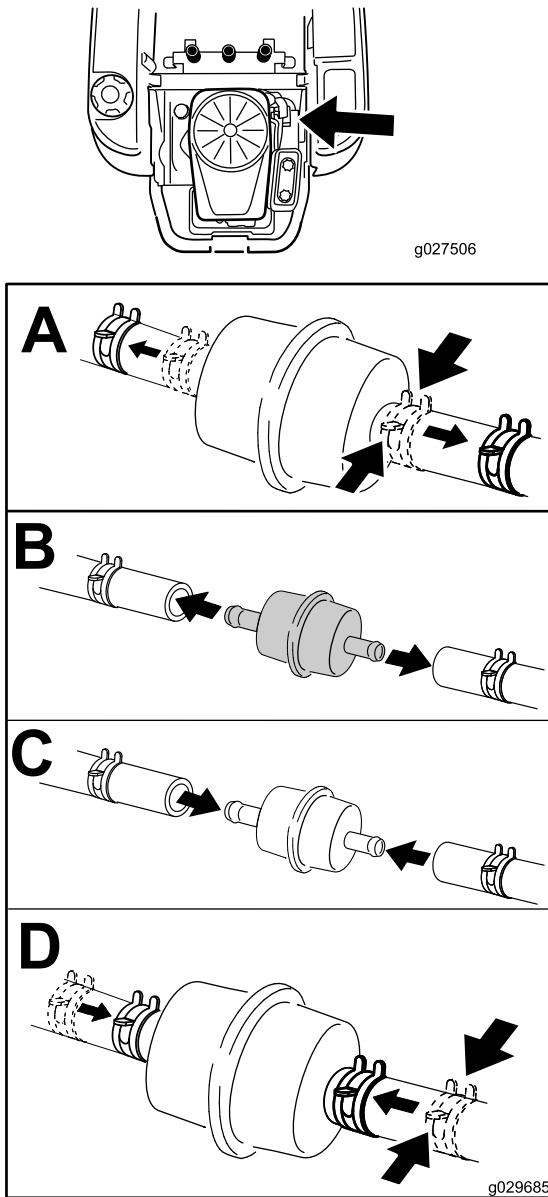

Figura 38
3. Cambie el filtro de combustible en línea (Figura 38).